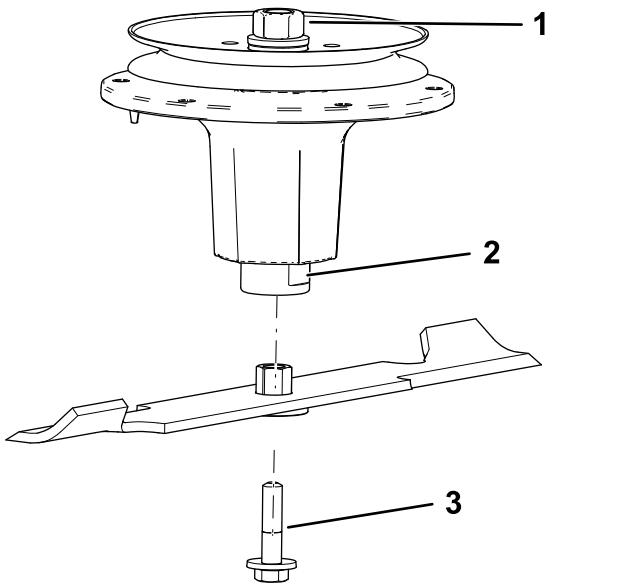

Figura 94
- 2. Instale el conjunto de buje/cuchilla en el eje (Figura 94).